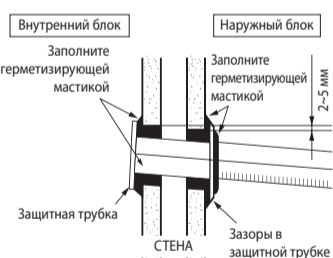

Рис. 4-1
- Используйте вкладыши для размещения всех трубопроводов хладагента и уплотнителя, который относится к трубному набору, как показано на рис. 4-1 и 4-2.